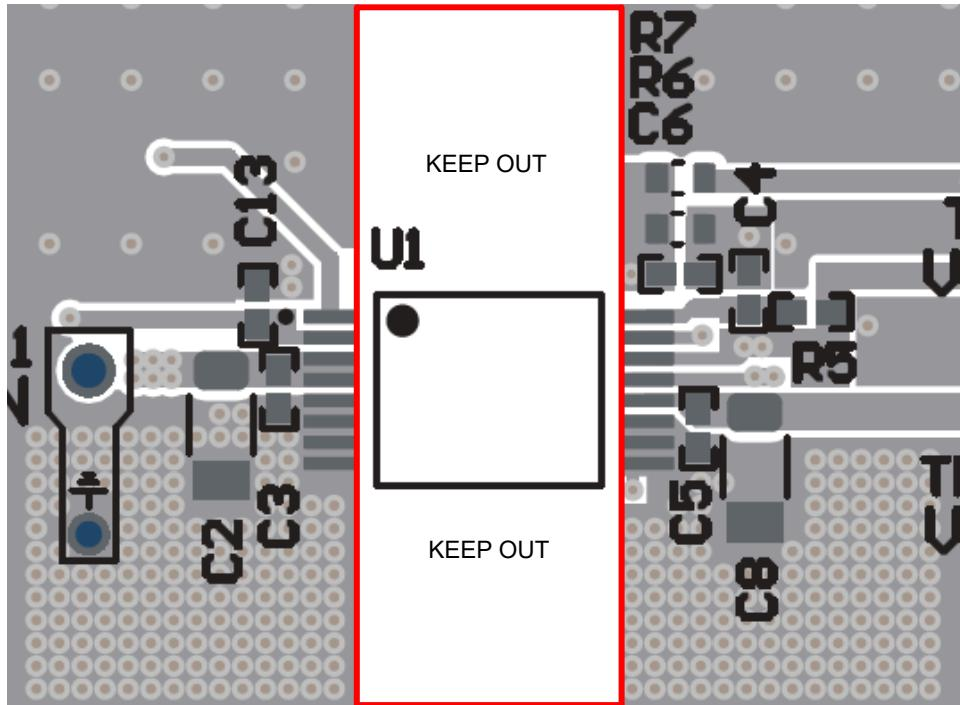

図 8-8. 絶縁禁止領域
7. 沿面距離: データシートに規定されている沿面距離、空間距離、電圧絶縁定格を完全に維持するため、UCC34141-Q1 の直下に信号パターンを配線したり、部品を配置したりしないようにします。定義された絶縁バリア全体で、空間距離を赤色でハイライトしたままにします。基本絶縁でのキープアウトの空間距離は、強化絶縁要件 (8.2mm) より 50% 短くできます。8.2Mm を使用すると、追加のマージンが得られます。図 8-8 にレイアウトの例を示します。